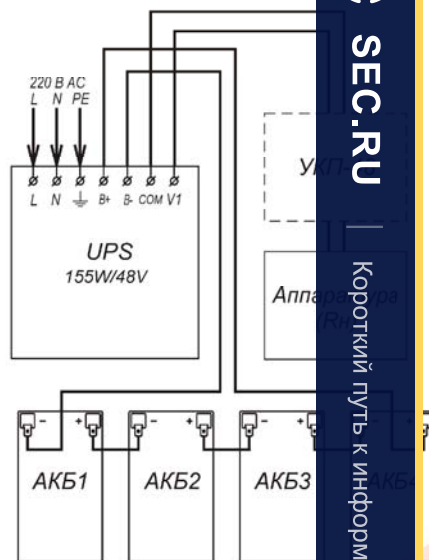
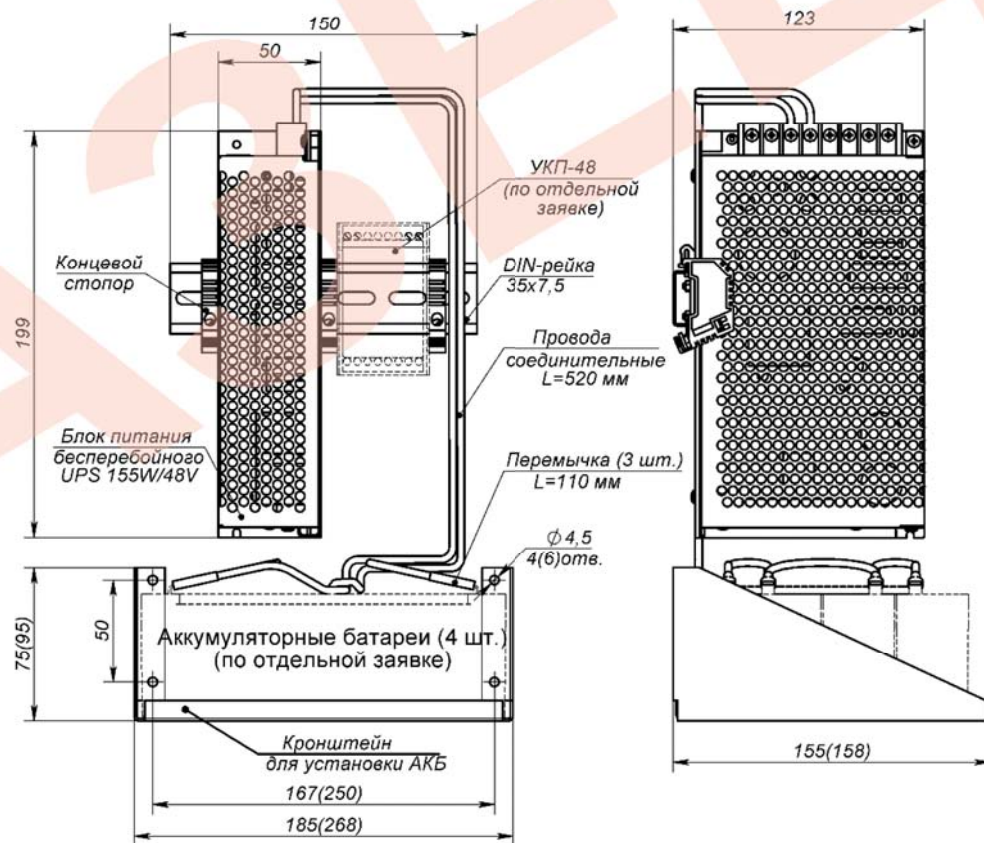

Рис.2 Схема электрическая принципиальная
Рис.1 Устройство, габаритные и установочные размеры
2. Установить аккумуляторные батареи на кронштейн (см. рис.1) и подключить их проводами соединительными к контактам +V и -V блока бесперебойного питания UPS 155W/48V, соблюдая полярность. Соединить аккумуляторы перемычками.
3. Подать трехпроводным кабелем напряжение питания 220 В AC на соответствующие контакты блока питания, при этом фазный провод (L) соединить с контактом L, нулевой провод (N) с контактом N, а провод заземления соединить с контактом PE.
12. Габаритные размеры	см. рис.1
Устройство изделия приведено на рис.1, схема подключения на рис.2.
Подключение цепей изделий производится в соответствии со схемой электрической принципиальной (рис.2). Для подключения необходимо: